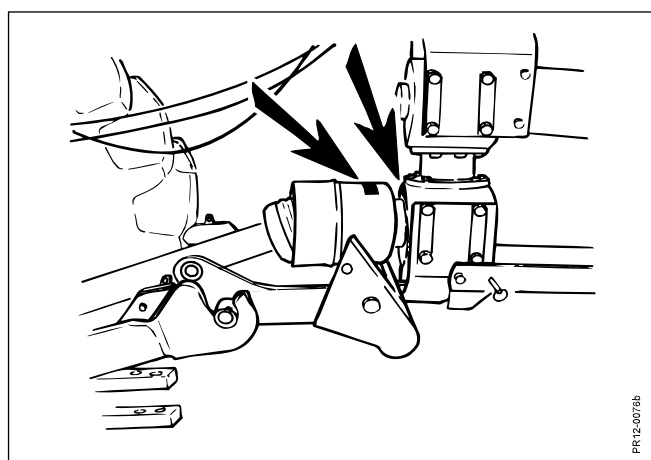

Fig. 2-8
Fig. 2-8 Maskinen är uppmärkt på så sätt, att den aktuella utväxlingen tydligt visas på den första vinkelväxeln och skyddet för PIC axeln. (Se ev. placering av säkerhetsdekaler på maskinen sidan 10 och 11, pos. 13) Har denna uppmärkning av en eller annan anledning fallit av, skall utväxlingen kontrolleras.